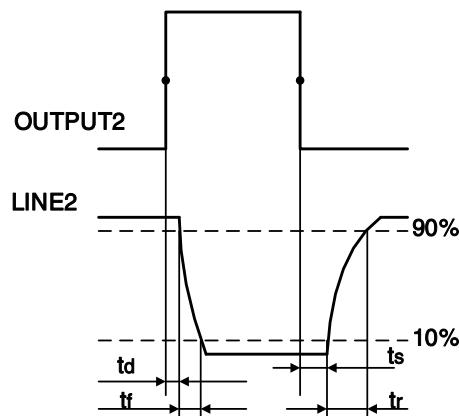

图 7-24 Line2 输出电路参数
- 上升沿延时=tr+td: <20μs (0°C~45°C), 参数说明见图 7-24
- 下降沿延时=ts+tf: <20μs (0°C~45°C), 参数说明见图 7-24